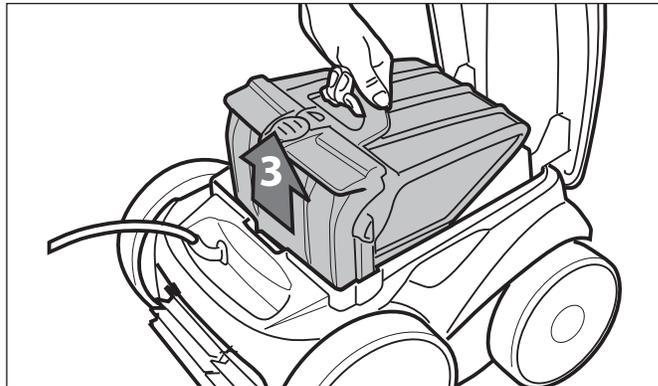

Figure 22. Retrait de l'ensemble de cartouche filtrante
4. Retirez l'ensemble de cartouche filtrante du corps (3), comme illustré à la Figure 22.